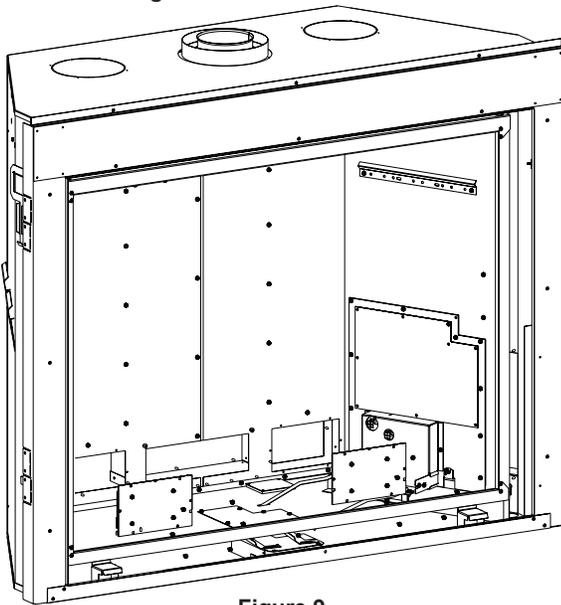

Figure 9
4. Retirer les supports de soufflante en déposant six (6) vis sur chacune. Voir Figure 9.